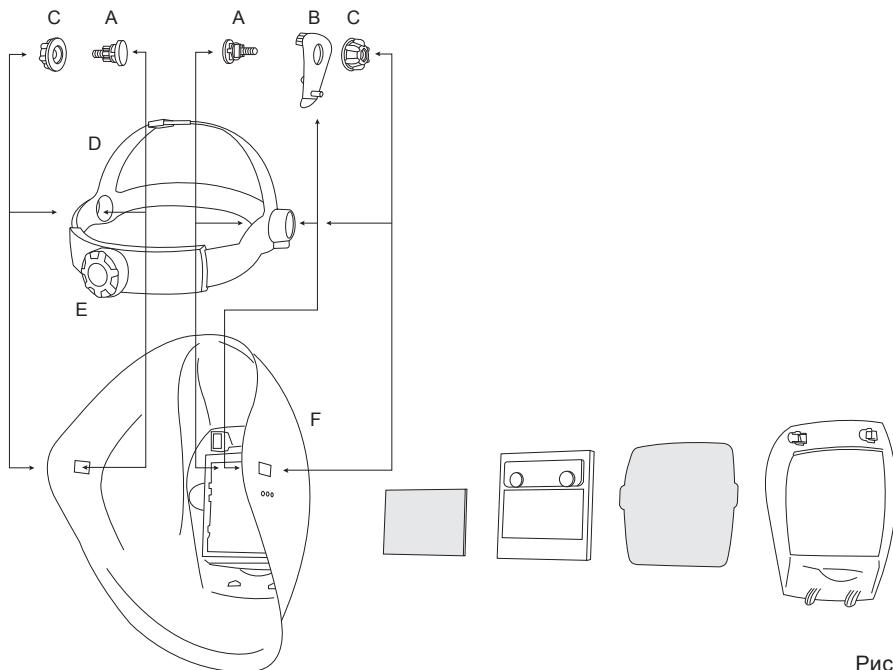

Рис. 1
1. Вставьте винты (A) в отверстие на механизме крепления (D).
2. Вставьте механизм головного крепления (D) в маску (F), как показано на рис. 1 и проткните винты (A) в прямоугольные отверстия в маске.
3. С правой стороны между винтом (A) и маской (F) вставьте пластину для регулирования наклона (B) таким образом, чтобы штырек закрепился в одном из трех предназначенных для этого отверстий в маске. Для оптимального комфорта выберите подходящее отверстие.
4. Прикрутите шайбы (C) на винты (A). Прежде чем окончательно затянуть их, отрегулируйте расстояние от маски и фильтра до глаз и лица, используя квадратные отверстия, позволяющие головному механизму перемещаться вперед и назад.
5. Отрегулируйте крепежный механизм (D) в соответствии с размером головы при помощи заднего ролика (E). Нажмите на колесико. Удерживайте его в нажатом положении во время регулировки. Достигнув необходимого положения, отпустите колесико, и крепежный механизм будет зафиксирован в установленном положении.